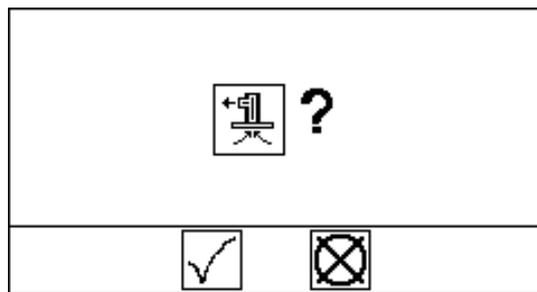

ABB. 21: Bestätigung des Ansaugvorgangs
5. Pumpenansaugtaste drücken. Auf der Anzeige erscheint Aufforderung an Bediener, diesen Vorgang zu bestätigen. Siehe ABB. 21. Um mit Ansaugen zu beginnen, drücken.